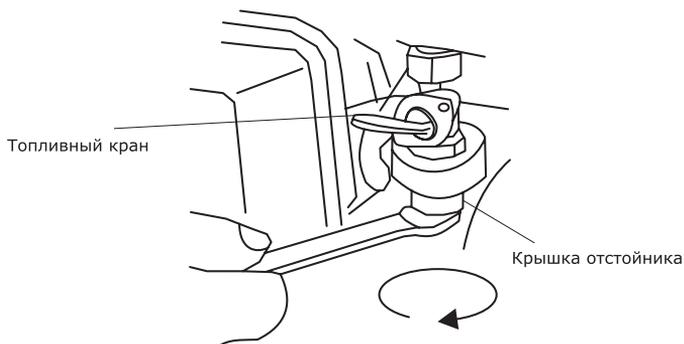

Рис. 19
- Отверните болт крышки отстойника, расположенный снизу топливного крана при помощи ключа (рис. 19);